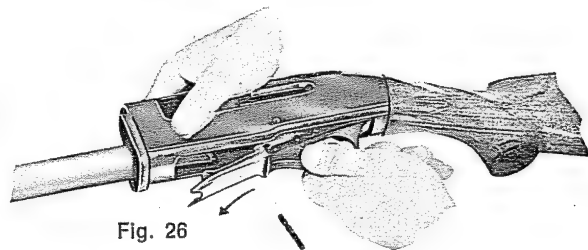

Fig. 26
- b) Premere lo svincolo e sfilare verso l'avanti il gruppo sottoguardia (fig. 26).
- b — press in carrier latch button and slide trigger plate assembly forward downwards (fig. 26).
- b — *appuyer sur le poussoir du levier d'arrêt de l'élevateur et retirer l'ensemble du pontet vers l'avant et vers le bas (fig. 26)*